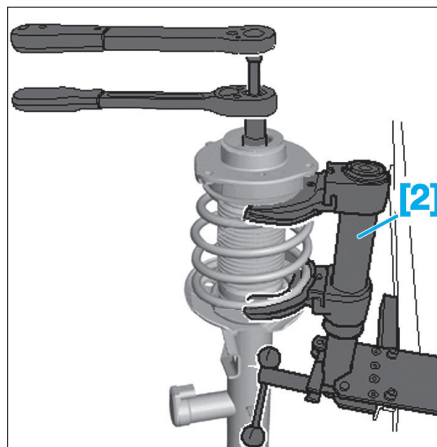

Fig. 10
- Mettre en place l'élément de suspension sur le compresseur [2] et comprimer le ressort jusqu'à soulager la pression qu'il exerce sur ses coupelles (Fig.10).